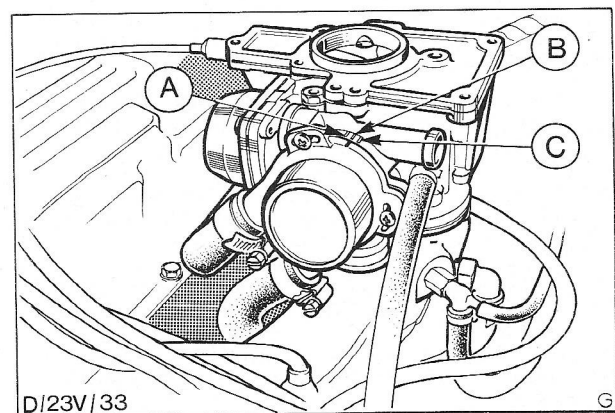

Fig. 74 Afstelmerktekens van automatische choke.
11. Breng het merkteken op het chokehuisdeksel in lijn met het juiste merkteken op het chokehuis en zet de drie schroeven vast. Fig. 74 toont de 'normale' afstelling. Raadpleeg de 'Technische gegevens' voor het kiezen van het juiste afstelmerkteken.